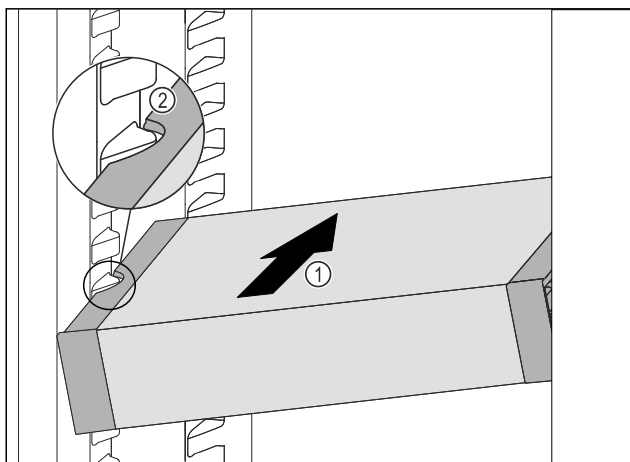

Fig. 110
- ▶ Insérer le VarioSafe en biais dans la partie réfrigérateur *Fig. 110 (1)* jusqu'à ce que les encoches latérales *Fig. 110 (2)* du VarioSafe se trouvent à la hauteur de la nervure du bac dans la partie réfrigérateur.